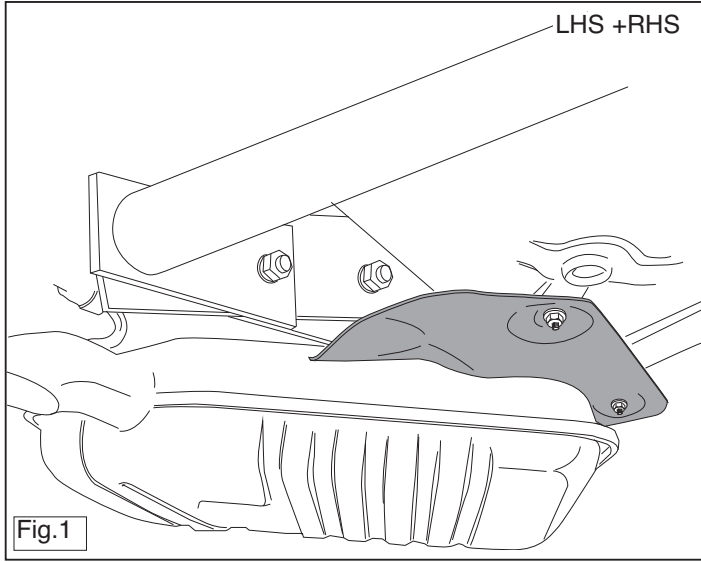

Fig.1
12. **Si presentes:** Coloque el escudo térmico. Ponga el revestimiento de protección térmica por las partes del gancho de remolque (véase fig. 1).
12. **Se presente:** Montare lo scudo termico. Piegarlo lo scudo termico intorno alle parti del gancio traino (vedi fig. 1).
12. **Gdy obecny:** Zamontować pł ytę żaroodporną Zagłąć pł ytę termiczną wokół elementów haka holowniczego (patrz rys. 1).